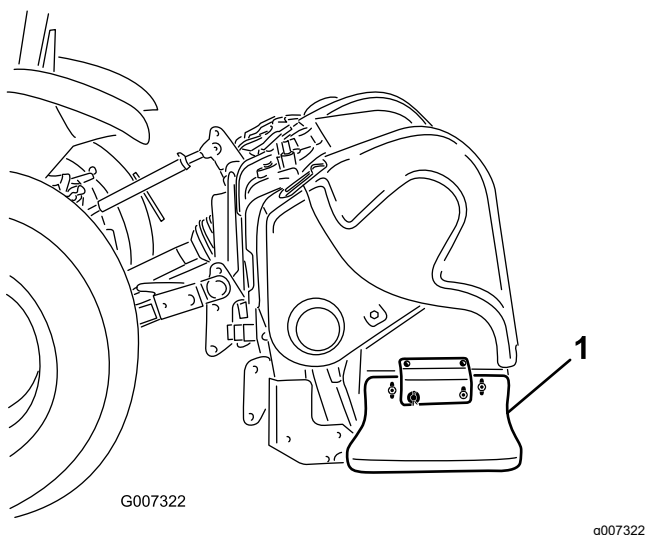

Figure 39
1. Desserrez les boulons et les écrous qui fixent le déflecteur latéral au cadre (Figure 39).